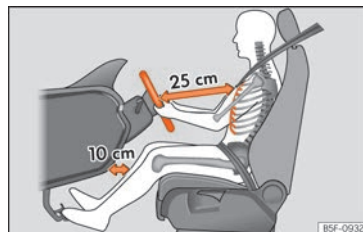

Fig. 7 La distance correcte entre le conducteur et le volant doit être de 25 cm minimum (10 pouces).
- Réglez le volant de sorte qu'il se trouve à une distance d'au moins 25 cm (10 pouces) du sternum » **fig. 7** et que vous puissiez le tenir à deux mains sur les côtés, à l'extérieur, les bras légèrement fléchis.
- Réglez le siège dans la longueur de manière à pouvoir actionner à fond les pédales avec les genoux légèrement fléchis et de manière à laisser une distance d'au moins 10 cm (4 pouces) entre les genoux et le combiné d'instruments » **fig. 7**.